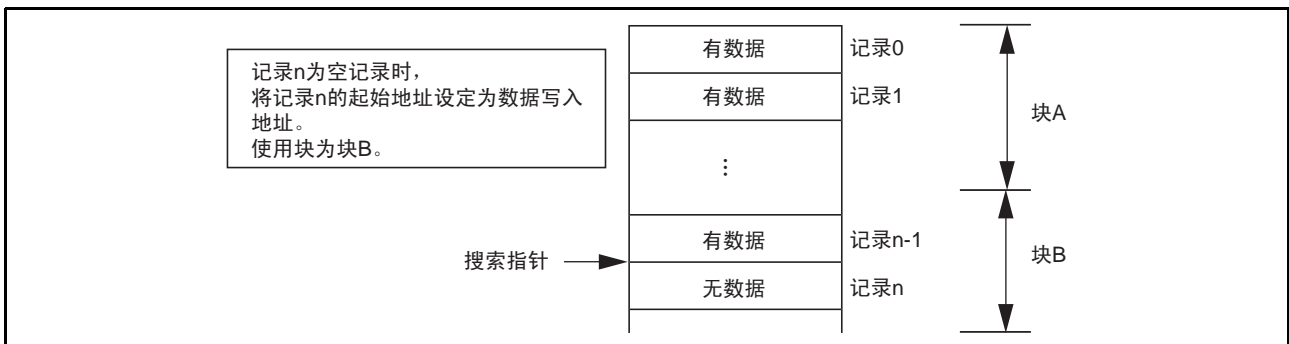

图9 发现空记录时
- (4) 检查是否为空记录，重复执行（2）～（3）直到检查全部记录。
- (5) 发现空记录时，将空记录的起始地址设定为数据写入地址，并将保存该记录的块作为使用块存储。（图9）